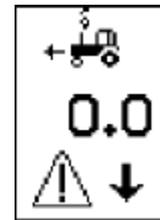

fig. 17
- Bei Anbaugerät in Arbeitsposition und einer Arbeitsgeschwindigkeit unter 0,5 km/h blinkt auf der Monitorseite MAIN die auf Abbildung 17 dargestellte Warnung und wird durch ein Akustiksignal begleitet;